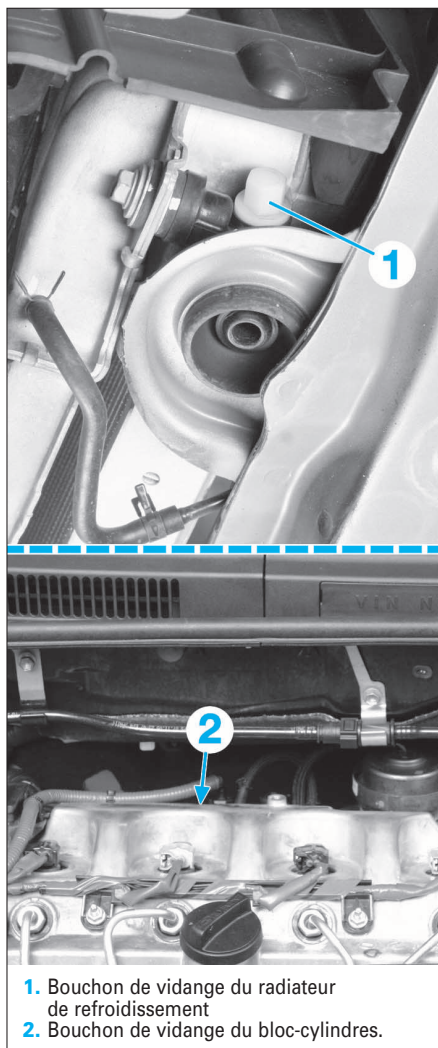

FIG. 37
- Desserrer le bouchon de vidange (1) du radiateur qui se trouve en bas à gauche de celui-ci ainsi que le bouchon de vidange (2) du bloc-cylindres pour vidanger le liquide de refroidissement (fig. 37).